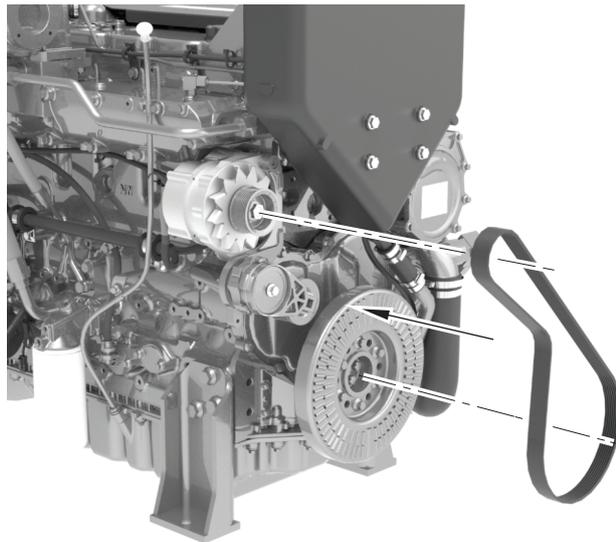

Figura 14
3. Installare la nuova cinghia in modo corretto, come illustrato nella figura 14. Assicurarsi che la cinghia sia interamente posizionata sulle pulegge. La tensione corretta verrà automaticamente applicata alla rimozione del nottolino d'arresto.